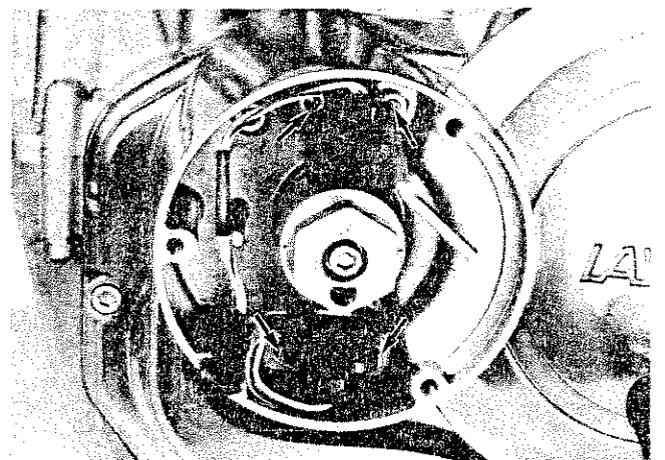

Fig. 182
- b) Allentare le due viti a brugola di fissaggio del pick-up relativo al cilindro in questione (il pick-up del cilindro sinistro è riconoscibile perchè all'estremità dei cavetti vi è un collare di plastica rossa) (Fig. 182).
The left cylinder pick-up can be recognized by the red sleeve fitted to the electric leads (Fig. 182).